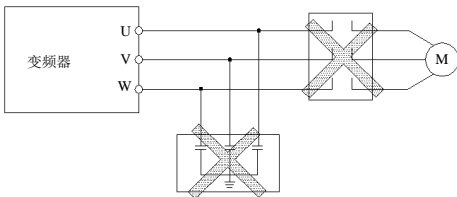

图 3-3 变频器与电机之间禁止使用接触器和吸收电容
- (1) 接线前，确保已完全切断电源 10 分钟以上，否则有触电危险。
- (2) 严禁将电源线与变频器的输出端 U、V、W 连接。
- (3) 变频器本身机内存在漏电流，中大功率变频器整机的漏电流大于 5mA，为保证安全，变频器和电机必须安全接地，接地线一般线径为 3.5mm2 以上铜线，接地电阻小于 10Ω。
- (4) 变频器出厂前已通过耐压试验，用户不可再对变频器进行耐压试验。
- (5) 变频器与电机之间不可加装电磁接触器和吸收电容或其它阻容吸收装置，如图 3-3。
- (6) 为提供输入侧过电流保护和停电维护的方便，变频器应通过中间继电器与电源相连。
- (7) 继电器输入及输出回路的接线(X1~X5、OC、FWD、REV)，应选用 0.75mm2 以上的绞合线或屏蔽线，屏蔽层一端悬空另一端与变频器的接地端子⊕相连，接线长度小于 20m。